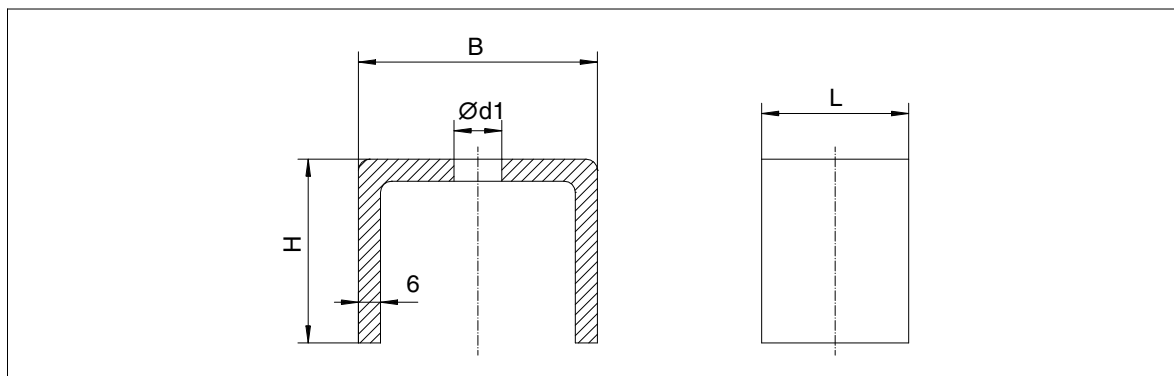

Figura 8: Perfil extractor (acero en U de 6 mm)
- 1 x Perfil extractor (figura 8)